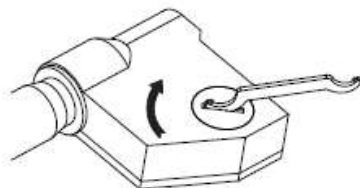

рис. 3
- Установите крышку батарейного отсека на место и поверните ее по часовой стрелке, чтобы зафиксировать (рис.3).